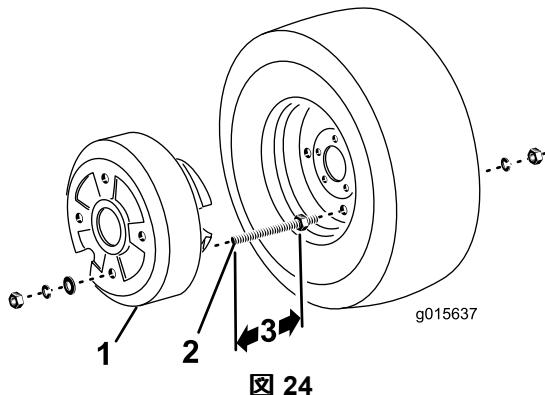

図 24
2. 1で得られた値に測定値に 98mm を加える。得られた数値を 図 24の寸法 “A” とする。
4. リムについている向い合せの穴にロッドを差し込み、ロックワッシャ $1\frac{1}{2}$ インチと六角ナットで固定する 図 24。
5. ロッドにホイールウェイトを取り付け、平ワッシャ、ロックワッシャ、六角ナットで固定する 図 24。